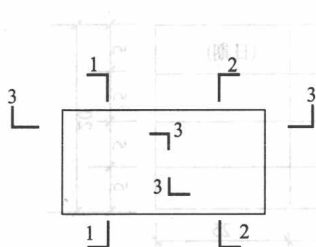

图 1-6 剖视的剖切符号
(1) 剖切符号。施工图中剖视的剖切符号用粗实线表示, 它由剖切位置线和投射方向线组成。剖切位置线的长度大于投射方向线的长度, 如图 1-6 所示, 一般剖切位置线的长度为 6~10mm, 投射方向线的长度为 4~6mm。剖视剖切符号的编号为阿拉伯数字, 顺序由左至右、由上至下连续编排, 并注写在剖视方向线的端部如图 1-6 所示。需转折的剖切位置线, 在转角的外侧加注与该符号相同的编号, 如图 1-6 中 3-3 剖切线。构件剖面图的剖切符号通常标注在构件的平面图或立面图上。